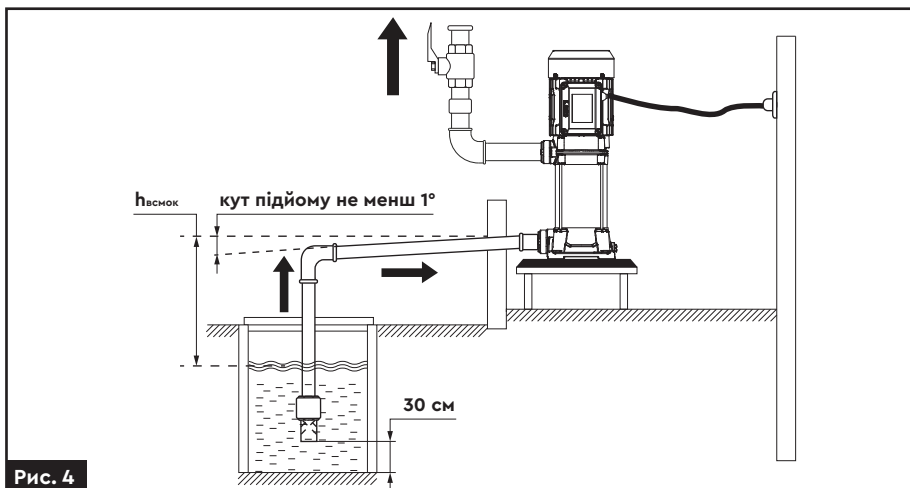

Рис. 4
- › Для запобігання потрапляння піску і каміння в насосну частину, встановіть зворотний клапан з фільтром грубого очищення, вертикально на відстані 30 см від дна водного резервуару (рис. 4).
- › Необхідно забезпечити безперервний кут підйому труби від джерела водозабору до насоса (не менше 1°) для виключення скупчення повітря та утворення повітряних пробок (рис. 4).